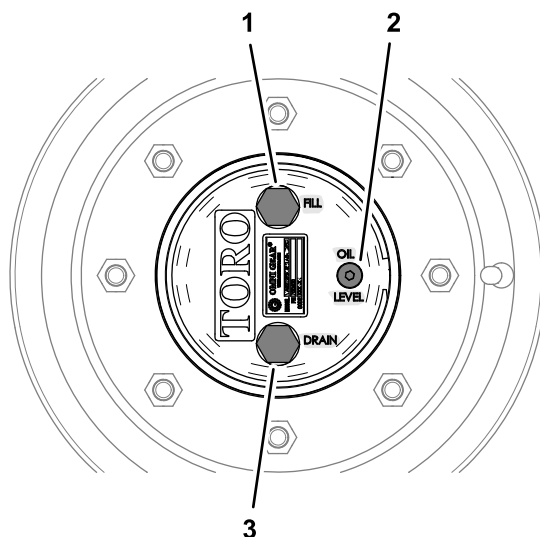

図 93
1. 水平な床面で、補給プラグが最高位置時計の 12 時の位置、点検プラグが 12 時、ドレンプラグが最低位置 6 時の位置にくるように駐車する 図 93。
1. 水平な床面で、補給プラグが最高位置時計の 12 時の位置、点検プラグが 12 時、ドレンプラグが最低位置 6 時の位置にくるように駐車する 図 93 プラネタリギアオイルの点検 (ページ 63) を参照。